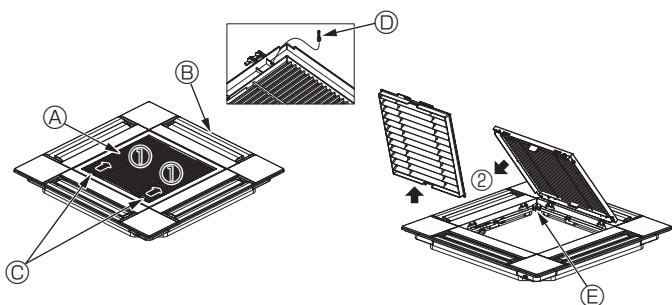
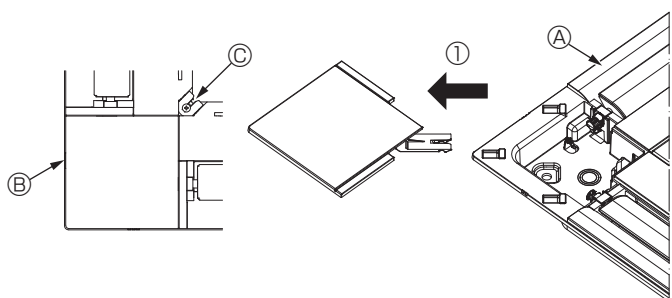

Fig. 6-3
Fig. 6-4
6.2.1. Extracción de la rejilla de admisión (Fig. 6-3)
- Deslice las palancas en la dirección indicada con la flecha ① para abrir la rejilla de admisión.
- Con la rejilla de admisión en posición "abierta", retire la bisagra de la rejilla de admisión de la rejilla tal y como se indica con la flecha ②.
6.2.2. Extracción del panel angular (Fig. 6-4)
- Retire el tornillo de la esquina del panel angular. Deslice el panel angular indicado con la flecha ① para retirarlo.